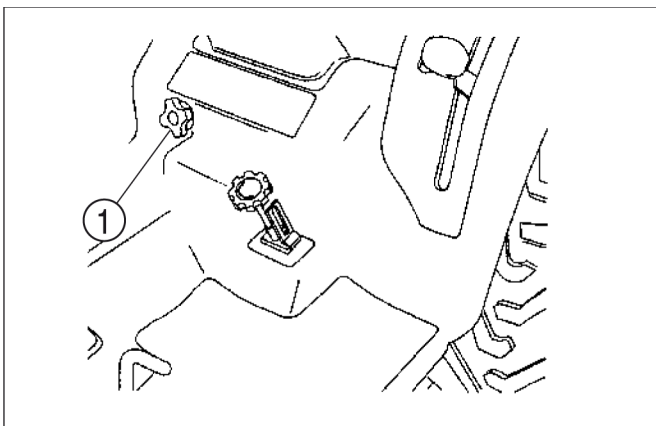

FIG. 50
**Abb. 50:** Bei verschiedenen schweren Anbaugeräten kann die "Absenkgeschwindigkeit" des Dreipunkt-Verbindungsgestänges und des Anbaugerätes mit dem Absenkgeschwindigkeits-Knopf (1) eingestellt werden.